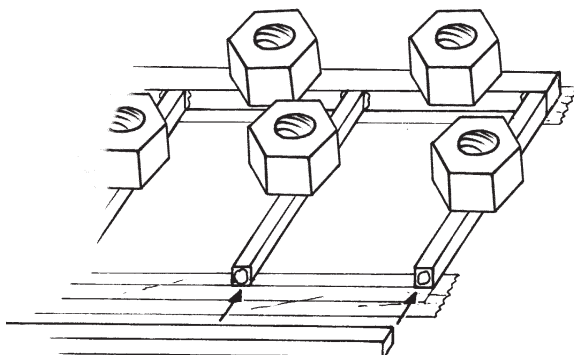
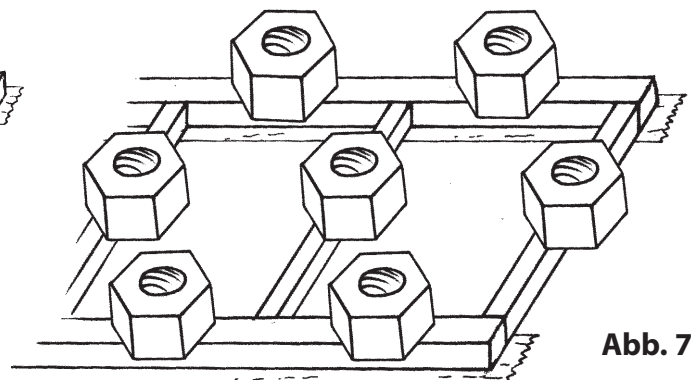

**Abb. 4**
**Abb. 5**
7.1.3 Die Nasenleiste wird mit Gewichten auf dem Bauplan fixiert. Anschließend werden die Rippen einzeln mit UHU-hart angeklebt und ebenfalls mit Gewichten beschwert. (Abb.4 und Abb.5)
7.1.4 An die andere Seite der Rippen wird UHU-hart gegeben und die Endleiste wird gegen die Rippen geschoben. (Abb. 5) Die Endleiste mit Gewichten beschweren. Jetzt muss darauf geachtet werden, dass sich zwischen den Rippen und Leisten kein Spalt mehr befindet. (Abb. 6) Gegebenenfalls die Leisten vorsichtig gegen die Rippen drücken und die Klebestellen in den Kanten nochmals nachkleben.